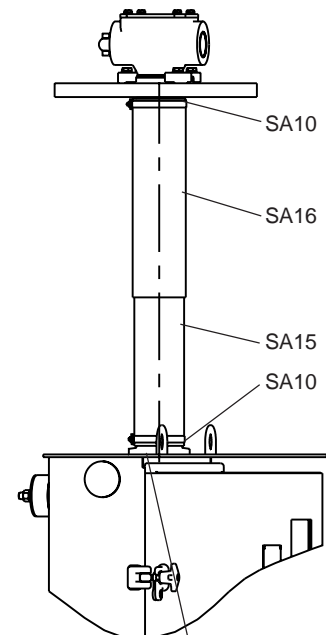
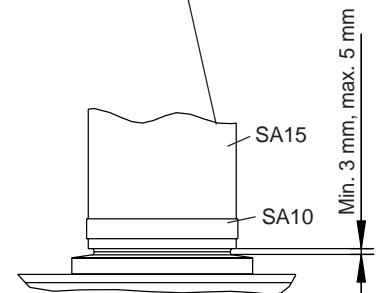

Fig. 37e.
Fig. 37g.
7. Fig. 37e. À l'aide de colliers de serrage, monter le tube le plus large SA16 sur l'engrenage conique et le tube SA15 sur la bride du mécanisme d'entraînement motorisé. Laisser un jeu d'environ 3 mm au niveau de la bride (voir fig. 37g) pour permettre le drainage de l'eau.